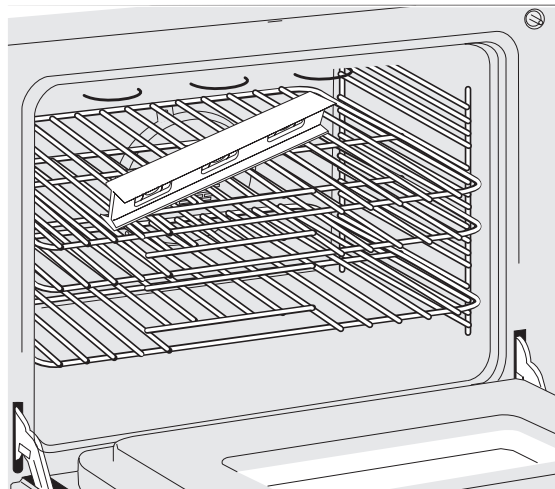

Figure 12 : Utiliser la grille du four pour mettre l'électroménager de niveau
2. Placer un niveau sur la grille (figure 12). Faire 2 relevés avec le niveau en diagonale dans un sens puis dans l'autre.